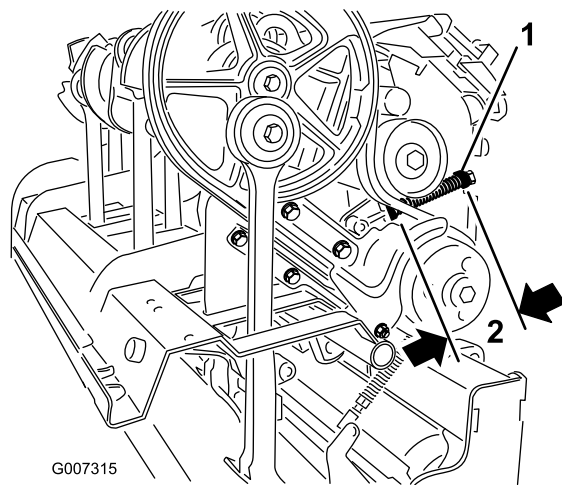

Figura 35
- C. Afloje la contratuerca que sujeta el retenedor del muelle (Figura 35).
- D. Ajuste el retenedor del muelle hasta que la longitud del muelle comprimido sea correcta (Figura 35).